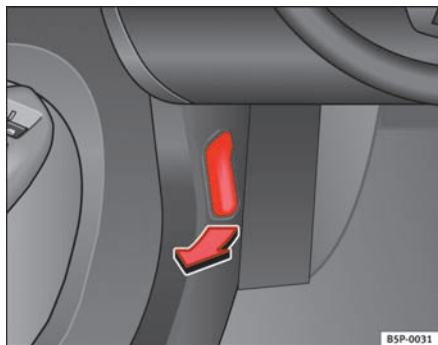

Fig. 134 Udsnit af fodrummet i førersiden: udløserarm til motorhjelmen
- Træk armen under instrumentpanelet ⇒ fig. 134 i pilens retning. Motorhjelmen udløses ved hjælp af en fjeder ⇒ ⚠.